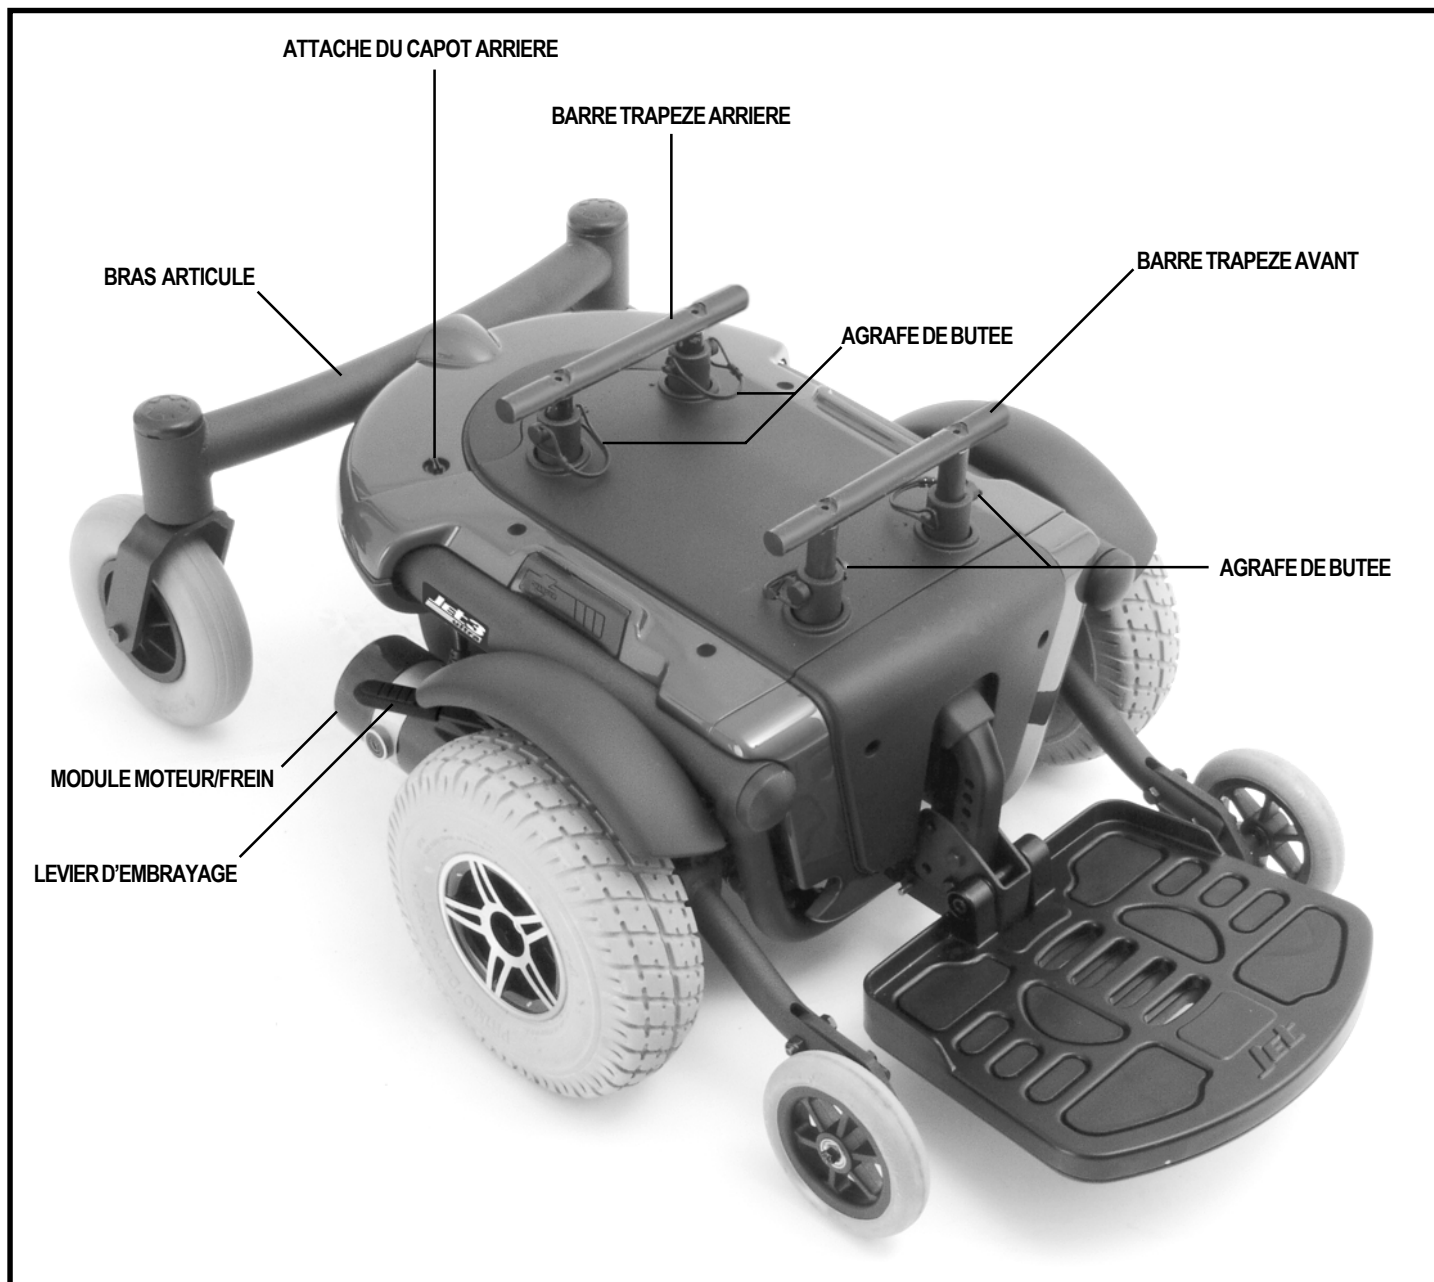

Figure 6. Base motorisée du Jet 3 Ultra
2. Tournez l'attache du capot arrière un quart de tour dans le sens opposé aux aiguilles d'une montre pour l'enlever. Voir la figure 6.